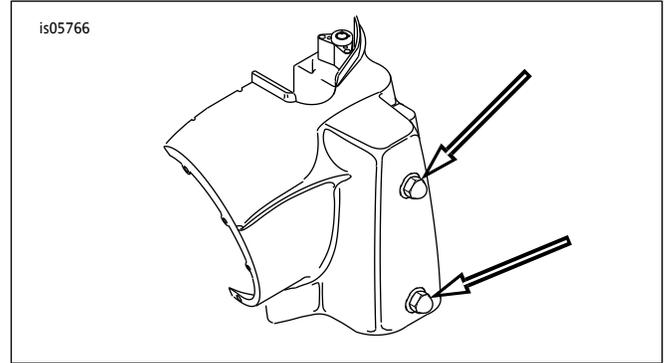

图9. 前灯灯罩紧固件(FLHR车型)
3. 参见图9。松开固定灯盒左半部分的两个盖形螺母(请参见箭头)。对灯盒的右半部分重复上述操作。